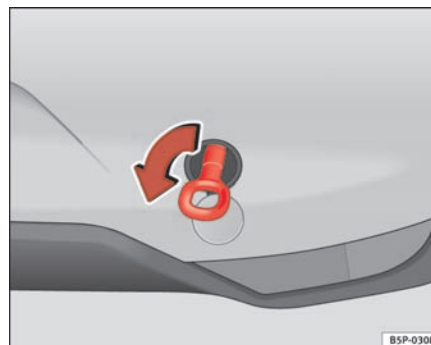

Fig. 203 Montering af slæbeøje bag på bilen
- Drej slæbeøjet helt mod *venstre* i pilens retning ⇒ fig. 203.